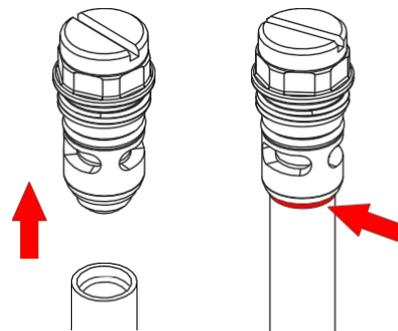

Figure 17 Retrait du tube des bouchons d'accès
3. Voir la figure 17. Retirer l'ancien tube de fluidification du bouchon d'accès, puis placer le nouveau tube de fluidification contre le bouchon d'accès rouge. Joint torique.